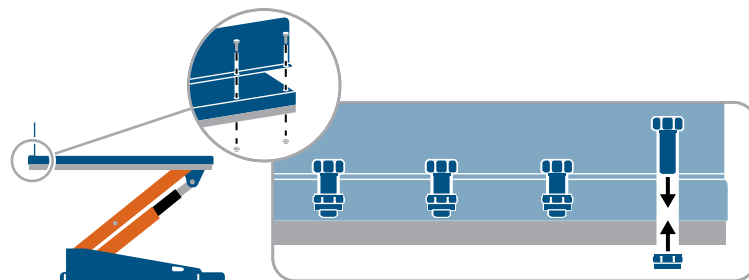

Bild 22 Montieren Sie die Abrutschsicherung mit mindestens vier Schrauben.
15. Montieren Sie die Abrutschsicherung der Plattform mit mindestens vier Schrauben. Mit Muttern an der Unterseite der Plattform montieren. Siehe Abbildung 22.